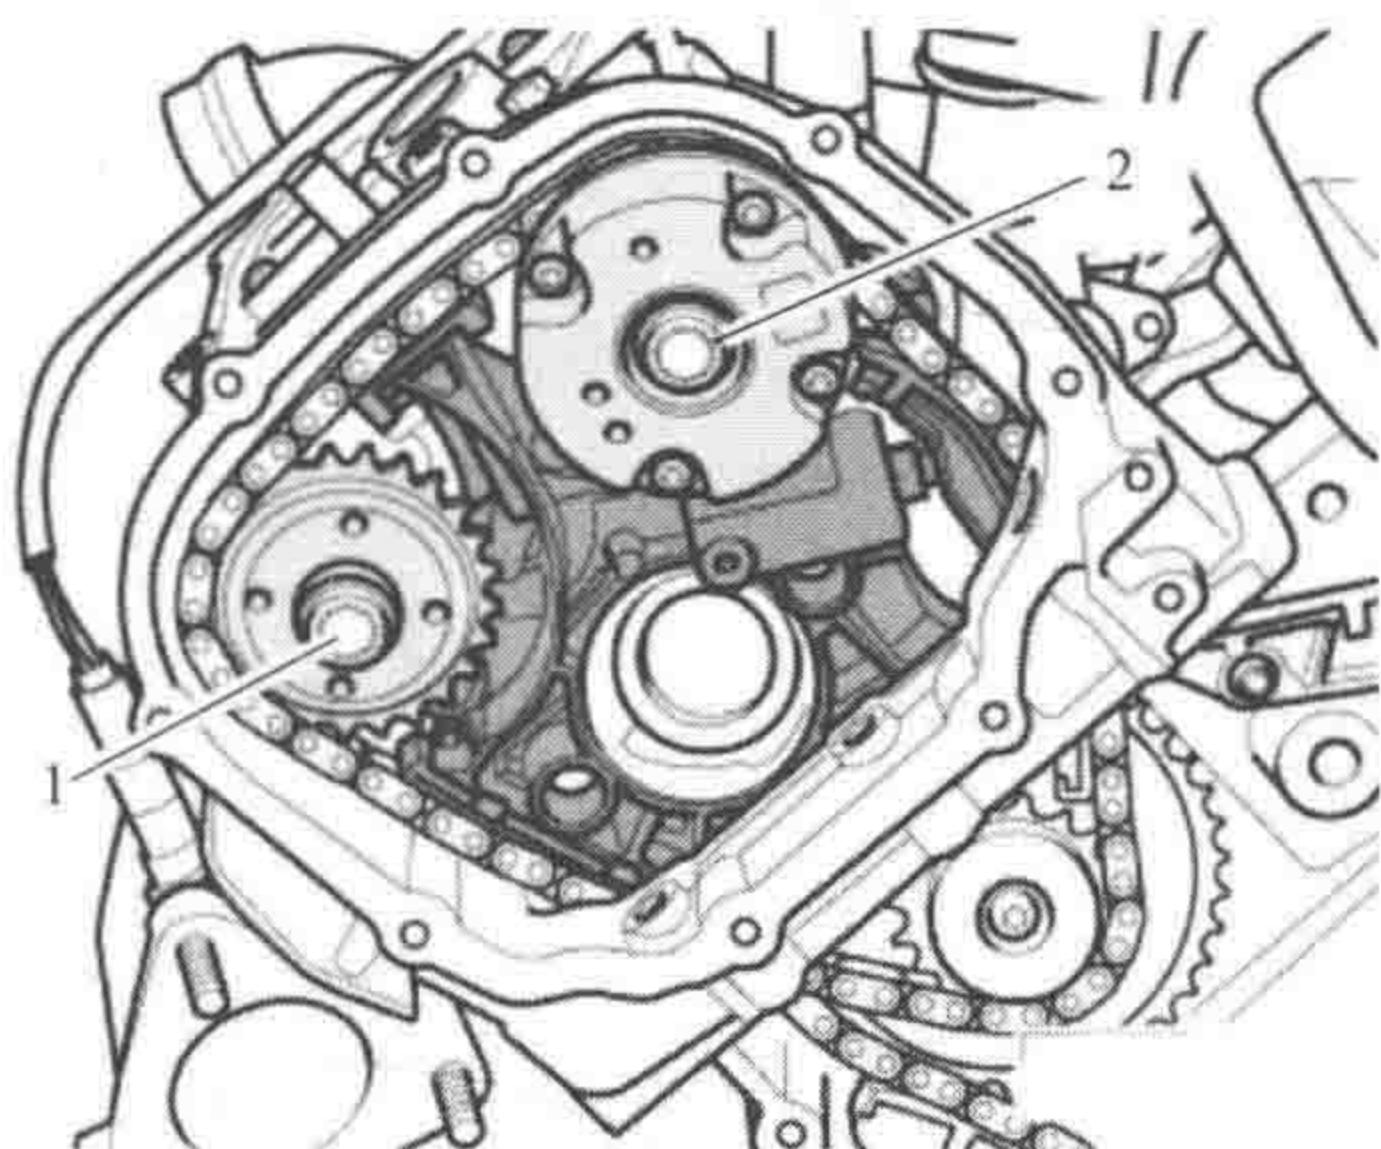

图 1-1-16
(11) 如图 1-1-16 所示, 拧出左侧(及右侧)气缸盖上的螺栓 1 和 2, 取下凸轮轴调节器和凸轮轴链轮。